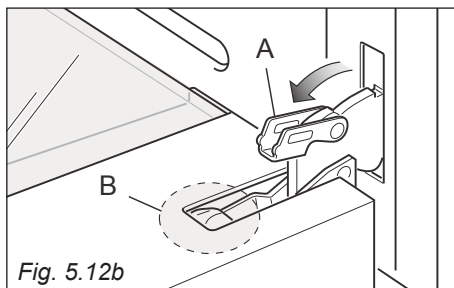
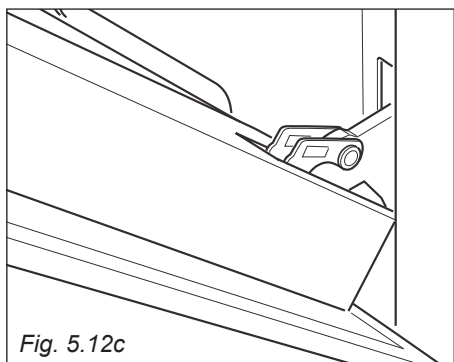

Fig. 5.12b
Fig. 5.12c
- Aprire completamente la leva "A" delle cerniere destra e sinistra (fig. 5.12b).
- Socchiudere dolcemente la porta (fig. 5.12c) fino a quando le leve "A" delle cerniere destra e sinistra si agganciano alla parte "B" della porta (fig. 5.12b).
- Assicurarsi che la porta sia bloccata aperta (vedere fig. 5.12c).